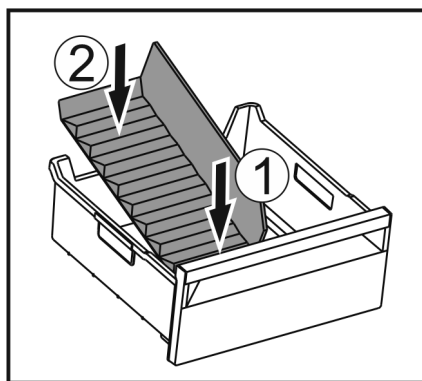

Fig. 147
- Vorderen Teil des Eisfach-Trenners einsetzen. Fig. 147 (1)
- Hinteren Teil des Eisfach-Trenners bis zum Schubfachboden absenken. Fig. 147 (2)